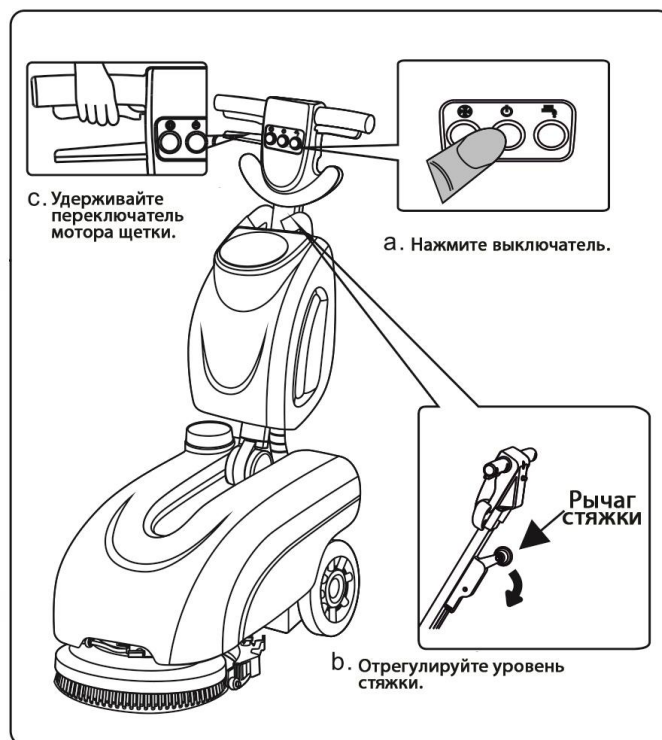

Рис. 8
1. Проверьте, включены ли кнопки подачи моющего раствора и вакуумного мотора. Включите переключатель ВКЛ / ВЫКЛ на панели управления (Рис. 8-а), машина готова к управлению.
2. Опустите рычаг стяжки, убедитесь, что стяжка ровно соприкасается с полом (Рис. 8-б).
3. Нажмите кнопку подачи воды на панели управления (Рис. 8-а). Электромагнитный клапан начнет работать, машина начнет разбрызгивать моющий раствор.